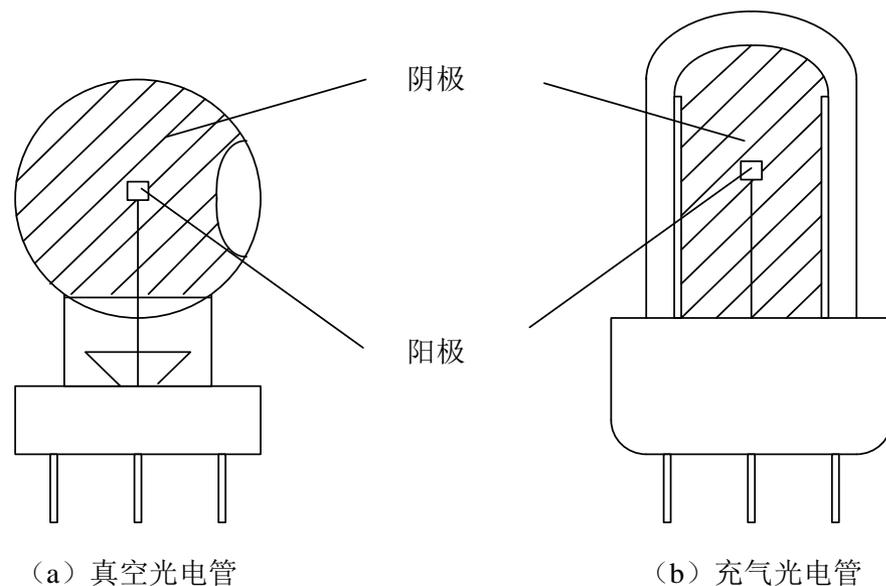

图7-2 光电管的结构示意图
- 光电管是基于外光电效应的器件，可分为真空光电管和充气光电管两类，两者结构类似，主要由一个阴极和一个阳极构成，如图7-2所示。